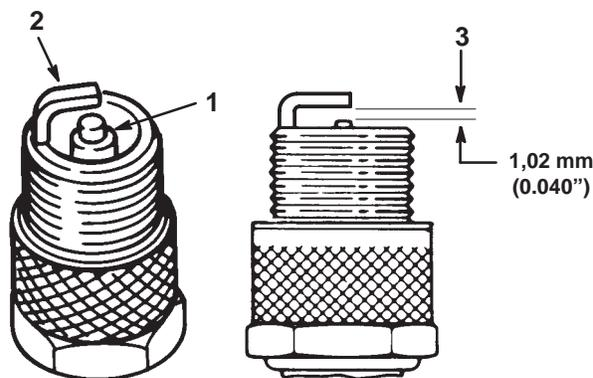

Abbildung 24
- Auf die Mitte der Zündkerze sehen (Abb. 24). Wenn der Kerzenstein hellbraun oder grau ist, läuft der Motor zufriedenstellend. Eine schwarze Schicht am Kerzenstein weist gewöhnlich auf einen schmutzigen Luftfilter hin.
- Den Abstand zwischen der mittleren und der seitlichen Elektrode kontrollieren (Abb. 24). Wenn der Abstand nicht korrekt ist, die seitliche Elektrode verbiegen (Abb. 24).